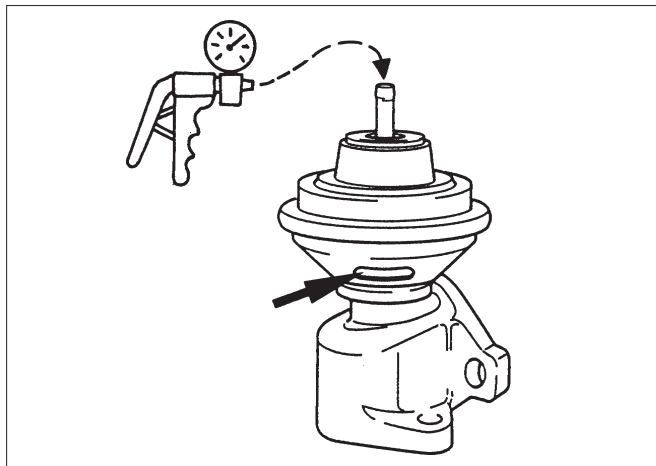

Abb. 9
#### Dichtheit prüfen, Abb. 9
- Handunterdruckpumpe gemäß Abb. 9 anschließen und eine Druckdifferenz von ca. 300 mbar herstellen.
#### Funktion prüfen, Abb. 9
- Handunterdruckpumpe gemäß Abb. 9 anschließen und betätigen, das Ventil muß öffnen, der Stößel bewegt sich in Richtung Unterdruckanschluß; sichtbar am Fenster (Pfeil, Abb. 9) des Ventils.